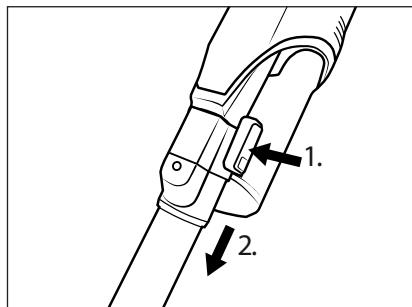

Fig. 11
- ◆ For at fjerne sugerøret ③ fra produktet skal du trykke på oplåsningsknappen til sugerøret ④ og holde den nede og tage sugerøret ③ ud af produktets sugeåbning (se fig. 11).